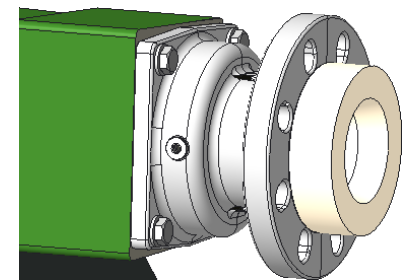

Figura 15. - Ensamblado con inserto
3. Extraiga las contrabridas - consulte la Figura 15.